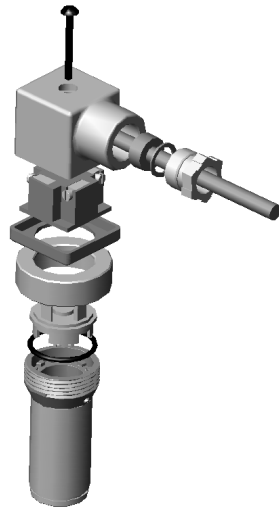
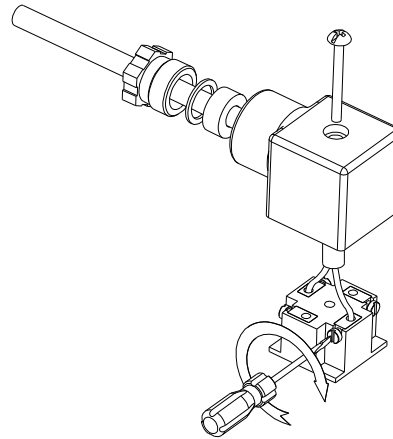
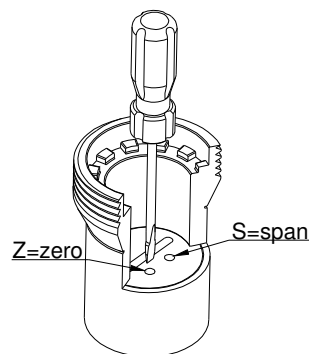

Abbildung 1 – Explosionsansicht
Abbildung 2 – Drahtanschluss des Steckverbinders
Abbildung 3 – Einstellung
Nehmen Sie den Steckverbinder auseinander, wie in Abbildung 1 gezeigt, und schließen Sie das Kabel gemäß Abbildung 2 an.
Nur in den verfügbaren Versionen ist es möglich, den Nullpunkt (Z) und den Endbereich (S) einzustellen, indem der Stecker abmontiert (Abbildung 1) und mit einem geeigneten Werkzeug eingestellt wird (Abbildung 3).